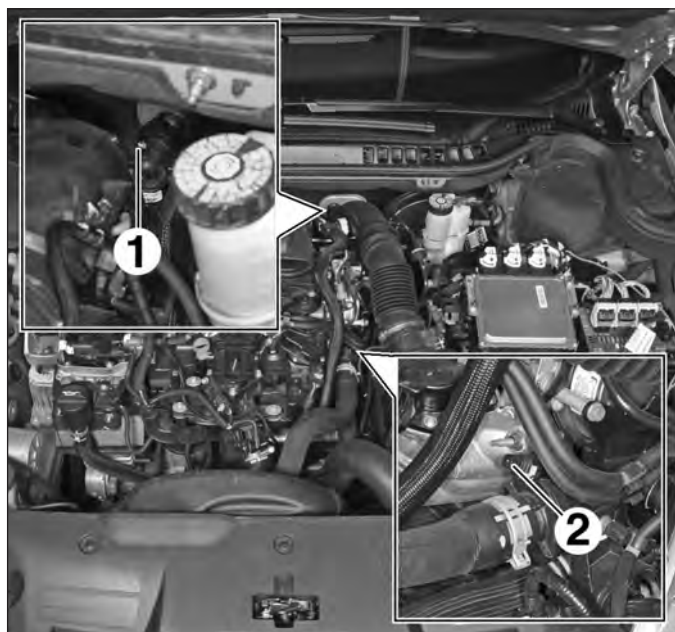

FIG.28
- Ouvrir le vase d'expansion et les vis de purge (1) de la durit du radiateur de chauffage et (2) du boîtier de sortie d'eau (Fig.28).